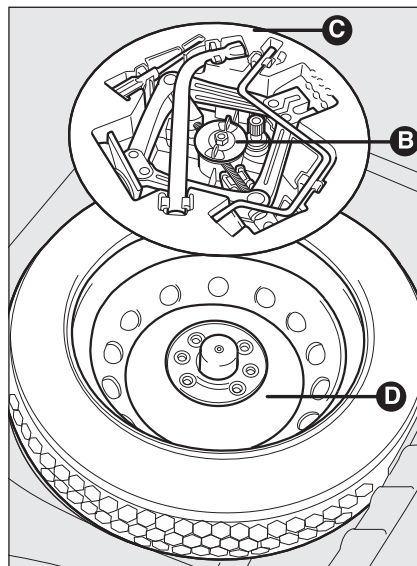

fig. 4
- ☐ Løsn derefter fingerskruen **B-fig. 4**.